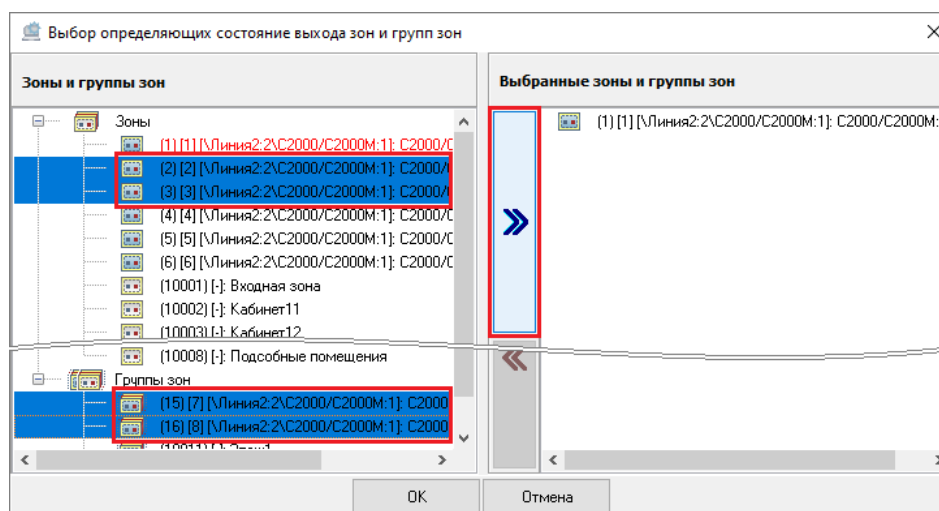

Рисунок 6-389 Выбор нескольких зон и групп зон в качестве определяющих состояние выхода кнопкой переноса
- выделите одну или несколько зон/групп зон в поле «Зоны и группы зон» (для выделения сразу нескольких зон/групп зон нажмите на клавиатуре и удерживайте клавишу <Shift> для выбора диапазона или клавишу <Ctrl> для комбинированного выбора) и нажмите кнопку переноса  (см. Рисунок 6-389);